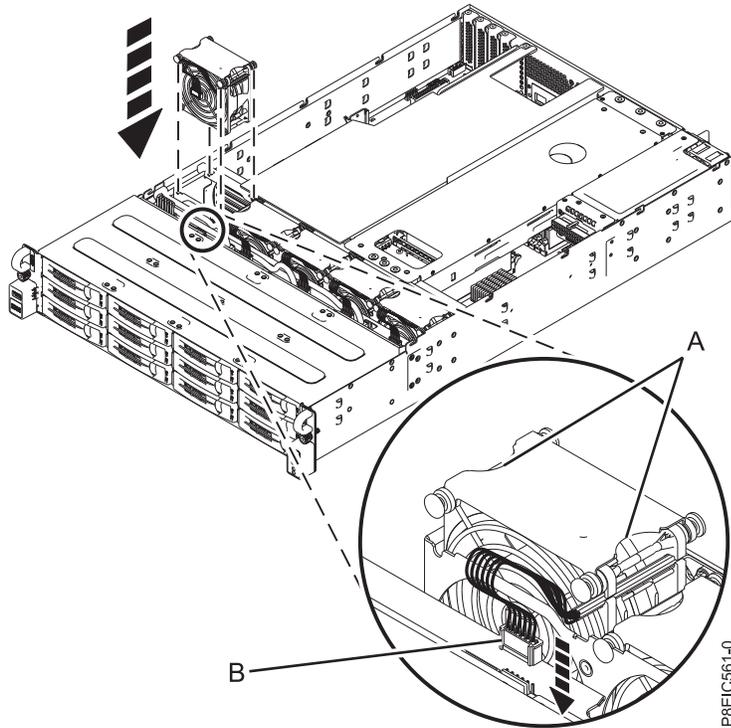

Abbildung 38. Lüfter wiedereinbauen und Kabel wieder anschließen
1. Halten Sie den Lüfter **(A)**, senken Sie ihn auf dem System ab und richten Sie dabei die Abstandshalter an den Steckplätzen des Systemchassis aus (siehe Abb. 38 auf Seite 33). Stellen Sie sicher, dass der Pfeil am Lüfter zur Rückseite des Systems zeigt.
- Schließen Sie das Lüfterkabel (**B**) an die Rückwandplatine des Plattenlaufwerks an (siehe Abb. 38).